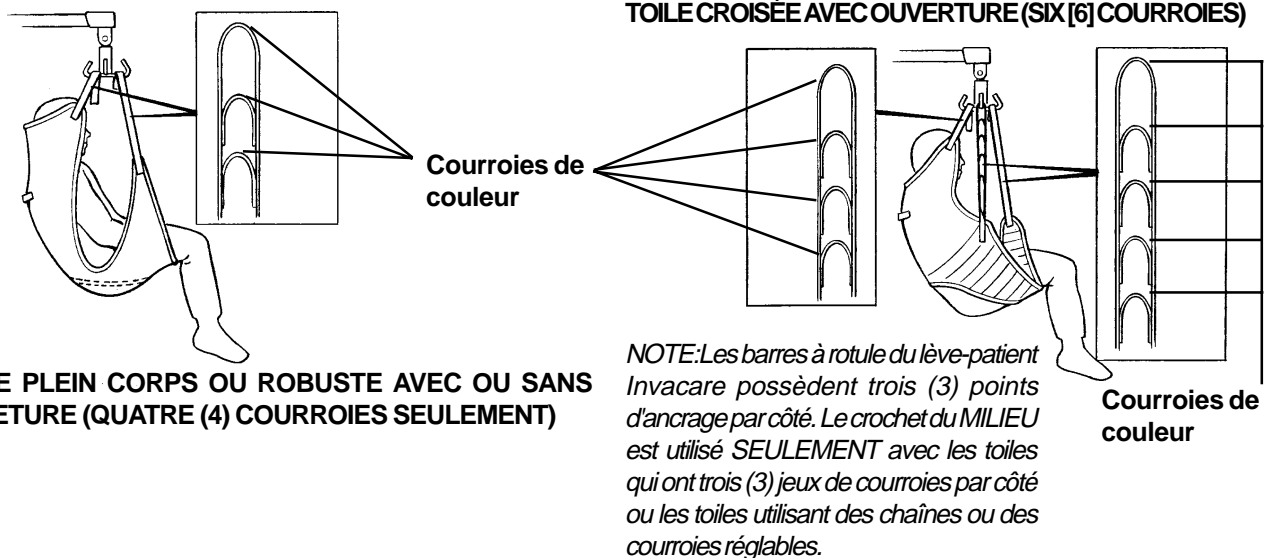

FIGURE 3 - FIXER LES TOILES AU LÈVE- PATIENT À L'AIDE DES COURROIES DE COULEUR
Patient à l'aide Des Courroies de couleur (FIGURE 3)
1. Placer les courroies de la toile sur les crochets de la barre à rotule. Faire correspondre les couleurs de chaque côté de la toile pour soulever le patient à niveau (FIGURE 3).